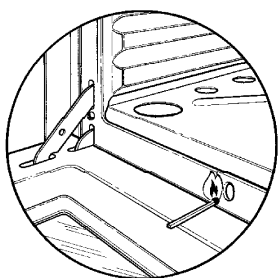

Рисунок 8 — Включение горелки духовки
1) поднести горящую спичку к запальному отверстию (рисунок 8);